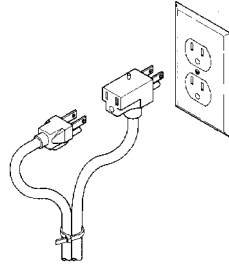

Figure 4
1. The RS-5 115V switch is supplied with a three prong piggyback plug/receptacle on the cord and must be used with pumps that have three prong plugs. This connection is illustrated in Figure 4. The third prong is to ground the pump to prevent possible electrical shock hazard. Do not remove the third prong from the plug. The receptacle should be a properly grounded, grounding-type receptacle.
1. L'interrupteur RS-5 de 115 V est fourni avec un cordon muni d'une fiche/prise de courant jumelle à trois broches. Il ne peut être utilisé qu'avec des pompes munies de fiches à trois broches. Ce raccordement est illustré à la figure 4. La troisième broche sert à mettre la pompe à la terre afin d'éviter tout danger de choc électrique. Ne pas enlever la troisième broche de la fiche. La prise de courant doit comporter trois broches dont une mise à la terre.